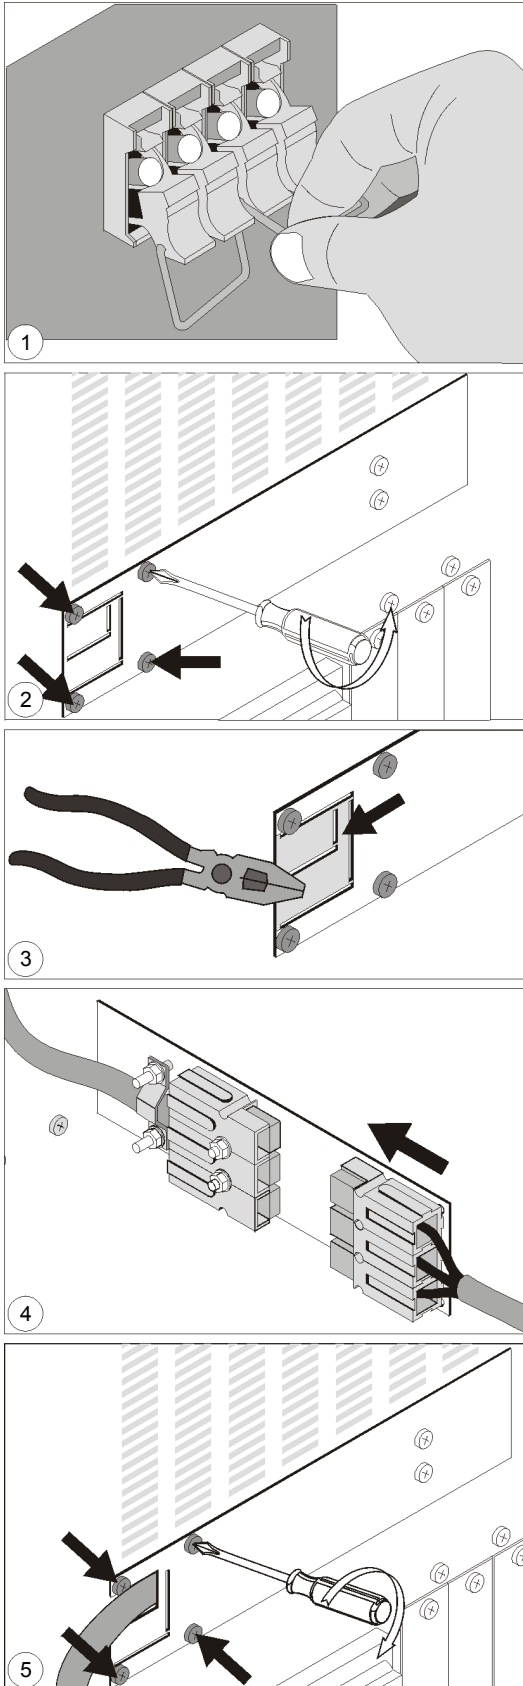

Fig. 7. LP 31T: Procédure d'installation des boîtiers d'extension de batteries
3. Brisez une partie du couvercle : une grand partie (gris dans la fig. 7) si votre boîtier d'extension de batteries est équipé d'un émerillon (19, voir fig. 13a), autrement une petite partie. Le cas échéant, montez l'émerillon dans le couvercle.
4. Raccordez le connecteur DC du boîtier des batteries (15a) à la prise DC de l'onduleur (15). Si le câble est bien raccordé un clic se fait entendre.
5. Le cas échéant, faites passer le câble DC dans le trou du côté gauche du couvercle. Remettez le couvercle (15) en place. Fixez-le avec 4 vis.
6. Dans le cas de boîtiers de batterie 14Ah : avec le connecteur DC du boîtier de batteries (15) vous pouvez en installer un deuxième, un troisième, etc. Les boîtiers de batteries 7Ah ne peuvent être connectés en série.
7. Insérez le fusible de batterie de l'onduleur (17). Insérez les 2 (7Ah) ou 4 (14Ah) fusibles de (chaque) boîtier de batteries (18). Refermez les porte-fusibles (17, 18).